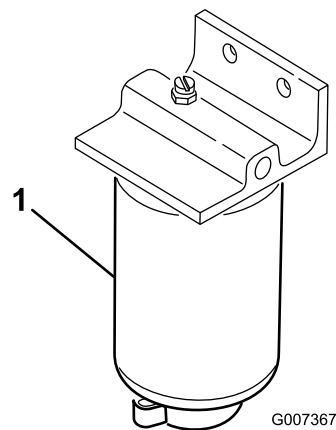

Figura 38
1. Puneți un recipient curat sub filtrul de combustibil (Figura 38).
2. Curățați zona de montare a filtrului (Figura 38).